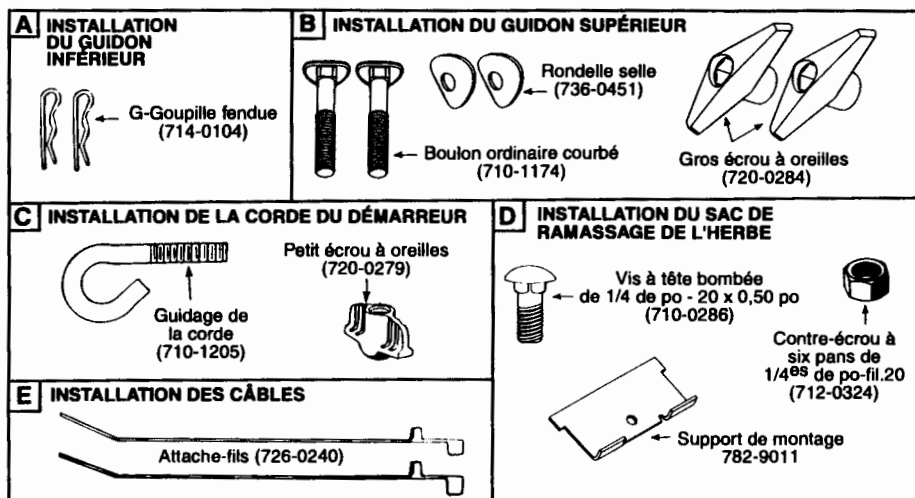

Figure 1
- Consultez la figure 1 pour identifier la boulonnerie.